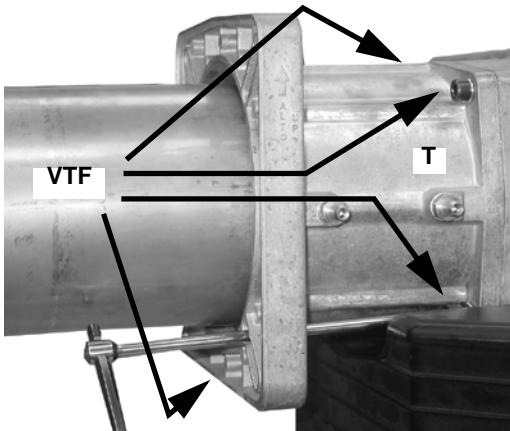

Рис. 12
- 3 Снять фланцевый патрубок **T**, открутив для этого 4 винта с углубленной головкой **VTF** (Рис. 12)